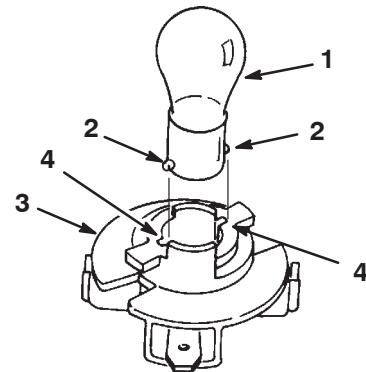

Bild 26
8. Drücken Sie die Birne hinein, drehen Sie sie entgegen dem Uhrzeigersinn bis zum Anschlag (ca. 1/4 Umdrehung) und nehmen Sie sie aus der Birnenfassung heraus (Bild 26).
1. Richten Sie die Metallstifte am Birnensockel mit den Schlitten in der Birnenfassung aus und setzen Sie den Sockel in die Fassung (Bild 26).